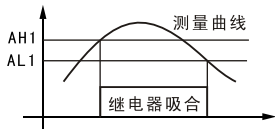

图1
2. 设定 AH1>AL1 (AH2>AL2), 当测量值 \geq AH1时, 继电器吸合; 当测量值 \leq AL1时继电器释放, 继电器动作情况见图1, 常用于上限报警。